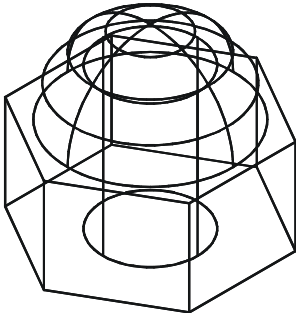

图 9-2-8
STEP 03 对实体进行删除、消隐等操作，效果如图 9-2-8 所示。